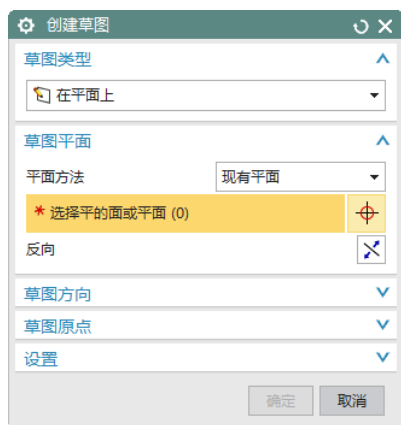
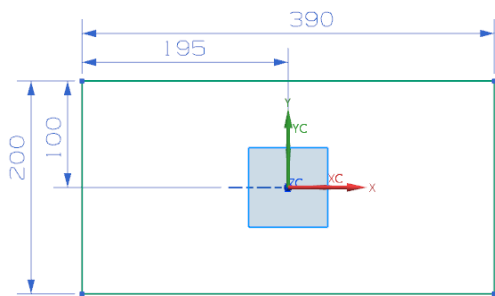

图 5-66 “创建草图”对话框
图 5-67 绘制的草图
(2) 在“类型”下拉列表框中选择“基座”, 单击“绘制截面”按钮 , 打开图 5-66 所示的“创建草图”对话框。设置“XC-YC 平面”为参考平面, 单击  按钮, 进入草图绘制环境, 绘制图 5-67 所示的草图。单击“完成”按钮 , 草图绘制完毕。